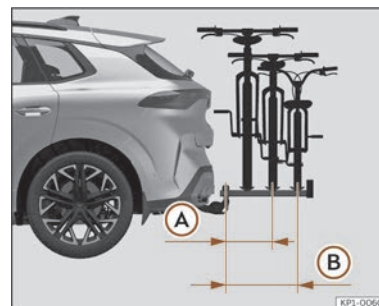

Fig. 198 Reprezentare schematică a ieșirii maxime în consolă a unui suport de biciclete pentru două sau trei biciclete.
ieșirea maximă în consolă nu trebuie să depășească 500 mm de la centrul cuplei sferice la centrul șinei ultimului suport >>> **fig. 198 (A)** pentru suporturi de două biciclete. În cazul suporturilor de trei biciclete, ieșirea în consolă nu trebuie să depășească 700 mm >>> **fig. 198 (B)**.